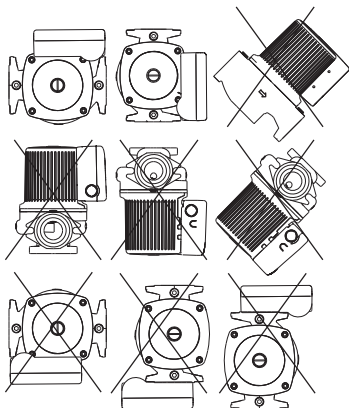

Fig. 1 Posiciones de instalación
Las flechas marcadas en la carcasa de la bomba indican la dirección del flujo de agua. La bomba Grundfos Small UP y UPS puede instalarse en una tubería vertical u horizontal, **pero el eje del motor siempre debe estar en posición horizontal**, como se ilustra en la fig. 1.
No hay un orificio de drenaje directamente debajo de la caja de terminales; por lo tanto, la caja de terminales debe ubicarse en una de las posiciones que se ilustran en la fig. 1 o la fig. 2.
2. Con cuidado, levante/deslice el cabezal de la bomba y retírelo de la carcasa de la bomba. A continuación, gire el cabezal de la bomba y ubique la caja de terminales en la posición deseada. La caja de terminales se puede rotar en pasos de 90°. Examine la fig. 1 y la fig. 2 para ver las posiciones posibles/adecuadas. **NO** ubique la caja de terminales debajo de la bomba.